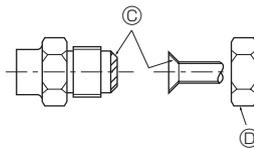

Fig. 4-1
4.2. Соединение труб (Fig. 4-1)
- Нанесите тонкий слой масла хладагента на контактную поверхность труб и соединений перед тем, как затягивать гайку с фланцем. ④
- Для затягивания трубных соединений используйте два гаечных ключа. ⑤
- Нанесите машинное масло охлаждения на всю поверхность области присоединения муфты. ⑥
- Используйте гайки раструбного стыка для следующего размера трубы. ④
- ④ (Fig. 4-1)
- ⑤ (Fig. 4-1)